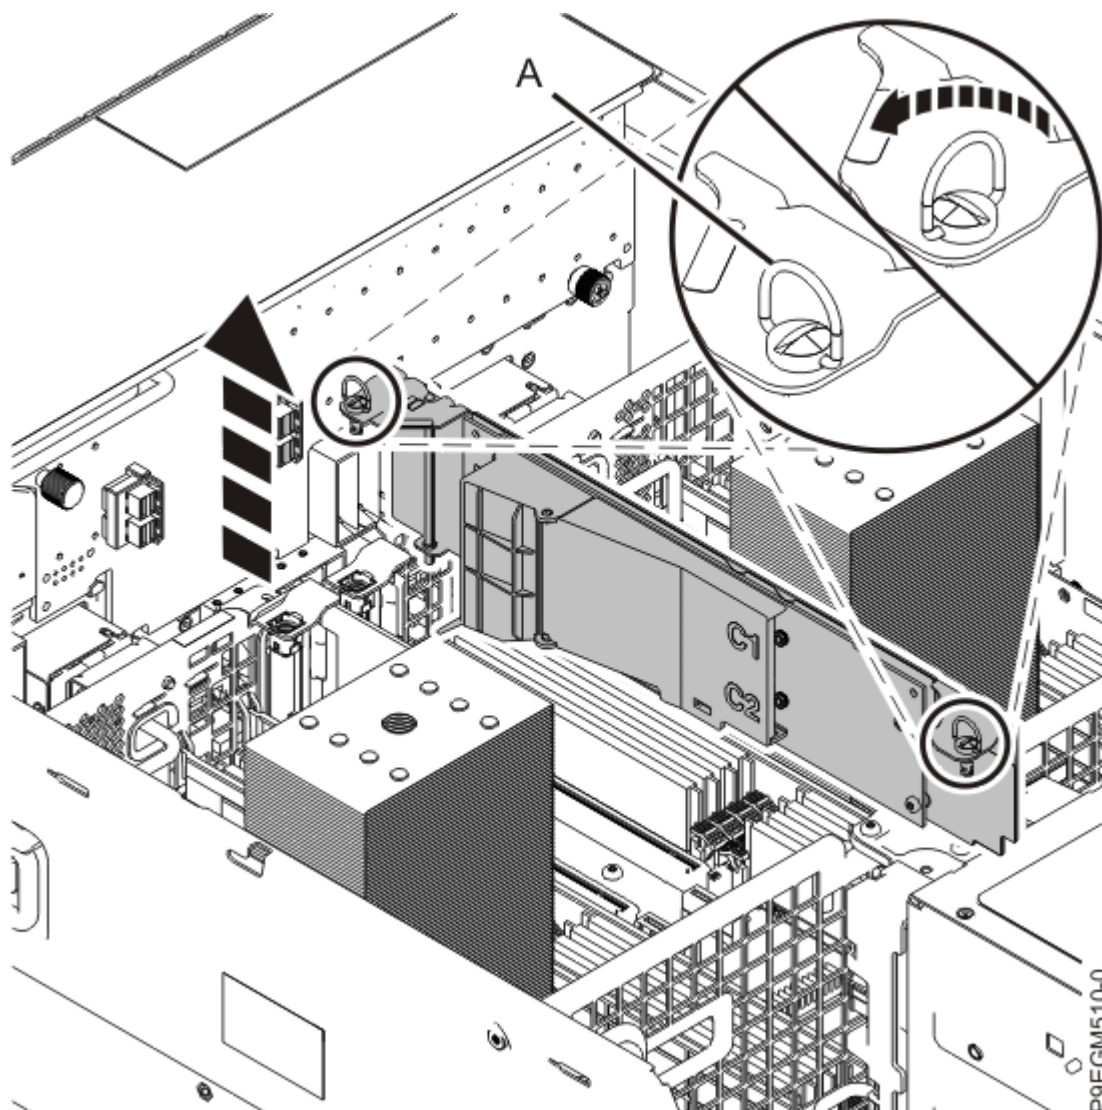

Figure 26. Retrait de la carte porteuse NVMe M.2
4. Soulevez la carte porteuse NVMe M.2 pour le retirer de l'emplacement comme indiqué dans la Figure 26, à la page 32.